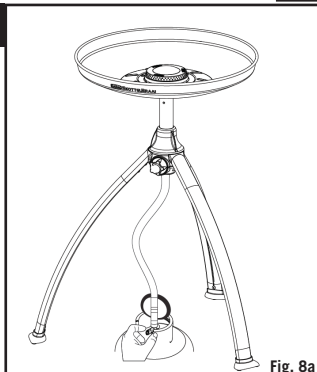

Fig. 8a
- Justér flammens intensitet til det ønskede niveau ved at dreje styringsknappen (K) med uret for at øge flammen og mod uret for at reducere den (se fig. 8a & b).
- Efter brug lukkes først ventilen på gasbeholderen (såfremt en sådan forefindes). Når flammen er slukket, lukkes ventil (K) på enheden ved at dreje styringsknappen (K) hele vejen med uret.
- Tænding med tændstikker eller grilltænder (se fig. 8a og 8b)